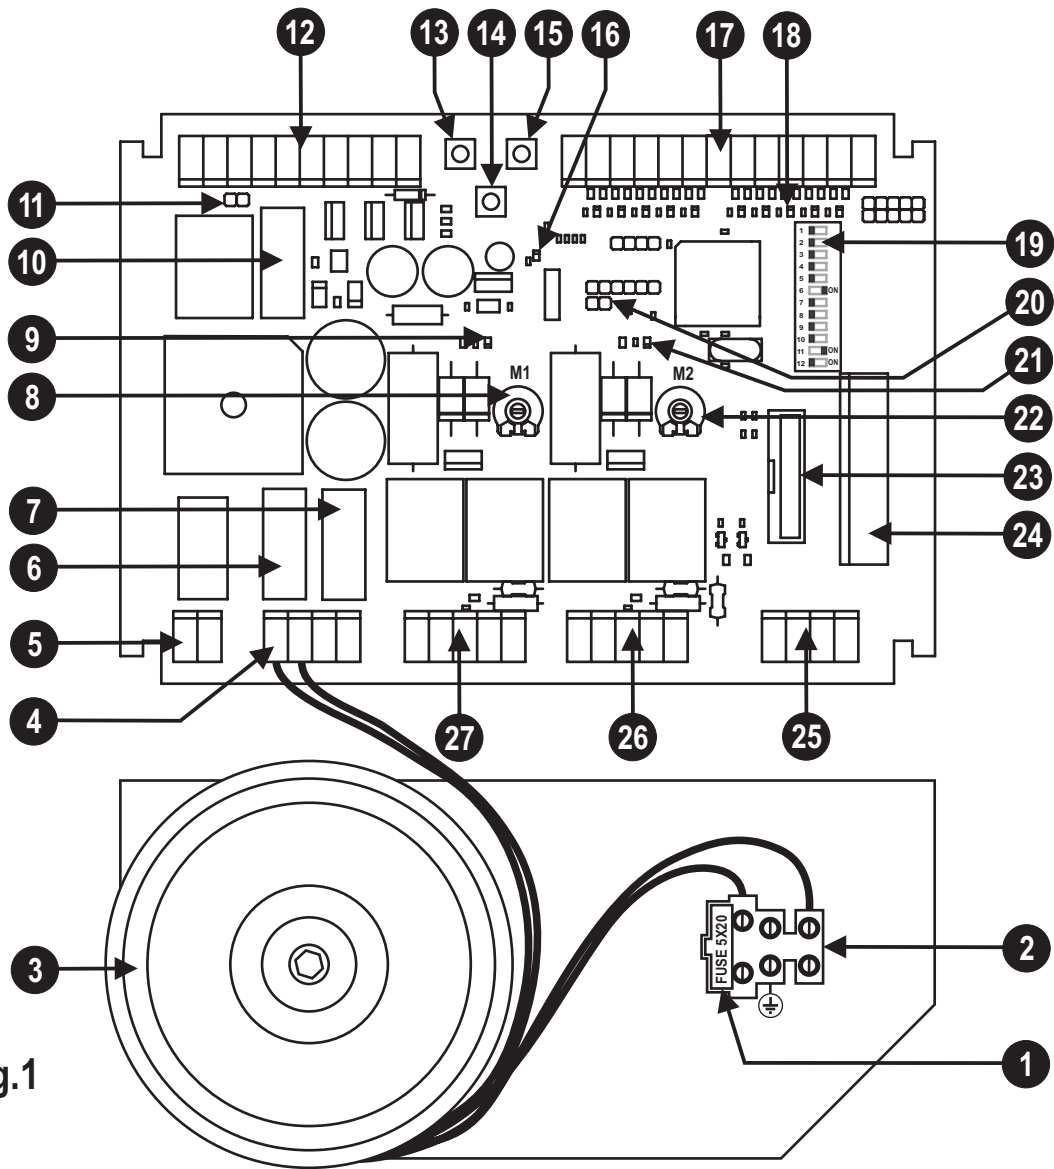

Fig.1
- Monter le récepteur dans le connecteur (pos. 23 fig. 1)
DESCRIPCIÓN DE LAS PIEZAS (Fig. 1)